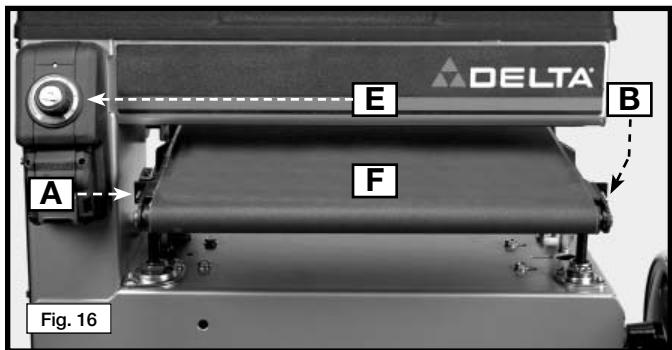

Fig. 16
1. La trayectoria y la tensión de la banda de alimentación se configuraron en la fábrica. Antes de realizar ajustes, haga una marca de referencia en la mesa de cualquier lado de la banda con un lápiz. Posicione la perilla de alimentación y velocidad (E) Fig. 16 en la posición de encendido (ON) y colóquela en velocidad máxima. Deje que la banda corra. Observe la dirección de la trayectoria. No será necesario que ajuste la banda si no hace ningún movimiento lateral considerable dentro de cinco minutos.
Para ajustar, gire los tornillos de sujeción (A) y (B) Fig. 16 en el sentido de las agujas del reloj en incrementos de un cuarto de vuelta.